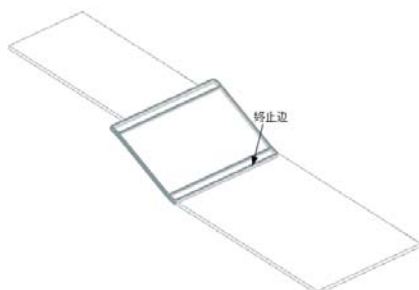

图 10-22 “完整终止边”示意图
(4) 完整终止边：创建宽度与终止边相等的桥接折弯，示意图如图 10-22 所示。